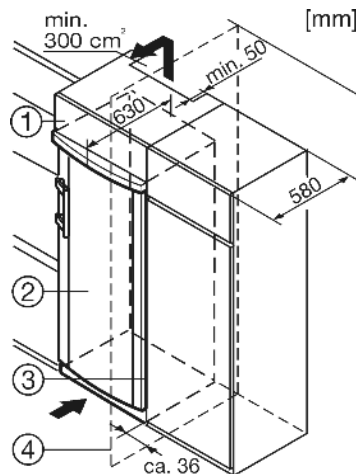

Fig. 8
- (1) Élément haut
- (2) Appareil
- (3) Placard de cuisine
- (4) Mur
L'appareil peut être entouré de meubles de cuisine. Pour adapter l'appareil Fig. 8 (2) à la hauteur des placards de la cuisine intégrée, on peut placer un élément haut Fig. 8 (1) au-dessus de l'appareil.
Lors de la transformation avec des placards de cuisine normalisés (profond. max. 580 mm) l'appareil peut être placé directement à côté du placard Fig. 8 (3). La porte de l'appareil saillit latéralement de 34 mm et au milieu de l'appareil de 50 mm par rapport à la face avant du placard de cuisine. Ainsi, elle se laisse ouvrir et fermer sans problèmes.
Si l'appareil est installé avec les charnières à côté d'un mur Fig. 8 (4), la distance entre l'appareil et le mur doit être de 36 mm min. Ceci correspond à la saillie de la poignée lorsque la porte est ouverte.